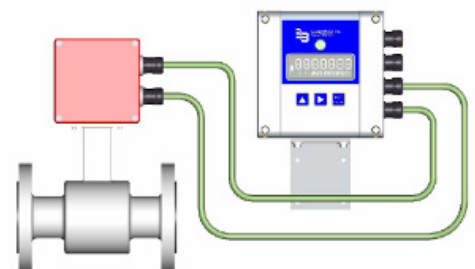

Abbildung 28: Kabel in Kabelverschraubungen
2. Beide Kabel wie in Abbildung 28 gezeigt durch zwei verschiedene Kabelverschraubungen führen.